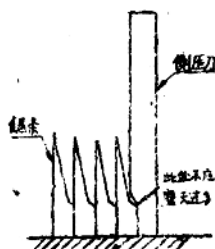

图 2
- (1) 每次使用前应将工具上各个导轮和转子拆洗一次，保证动作灵活。
- (2) 侧压刀如磨灭过多，应将其磨平(图2)，入口处应修成圆角(图5)。
- (3) 连接杆与游动轴配合要灵活，同时亦不能松动过大。
- (4) 校正张力指示器是否与实际张力相符合(此项工作在安装工具后，